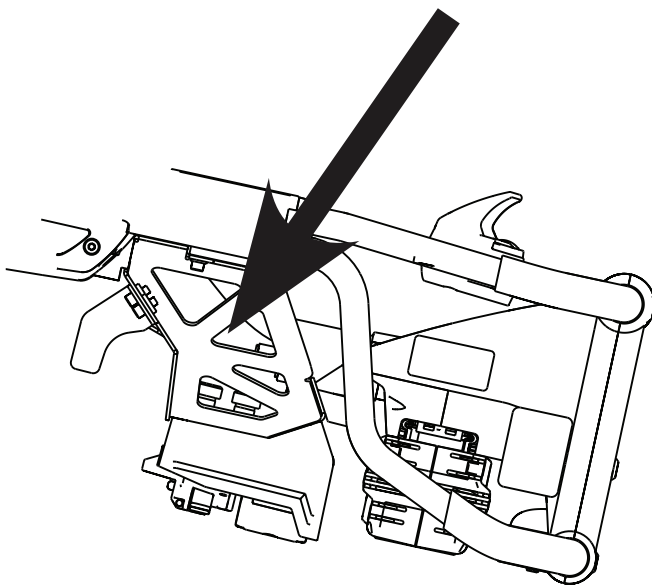

Afbeelding 26 – Infuuspiaal omhoog zetten en defibrillatorblad in positie brengen (model 6506 weergegeven)
3. Als het product is uitgerust met een infuuspaal, zet u de infuuspaal in de stand omhoog (Afbeelding 26).
5. Plaats de binnenste poten (B) van het defibrillatorplatform richting het hoofdeinde van het product (Afbeelding 26).